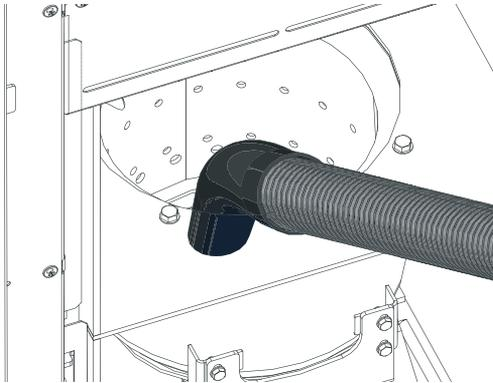

Fig. 58 Primärluftrohr in der Mitte des Brennertopfes aussaugen
- ▶ Verbrennungsrückstände im Brennertopf mit Staubsauger absaugen. Asche auch aus Primärluftrohr (in der Mitte des Brennertopfes) saugen – Fig. 58.
- ▶ Vor dem Einsetzen des Primärluftdornes noch einmal das Primärluftrohr in der Mitte des Brennertopfes aussaugen – Fig. 58. Es dürfen keine Rückstände im Rohr sein (Beschädigung Zündelement!).